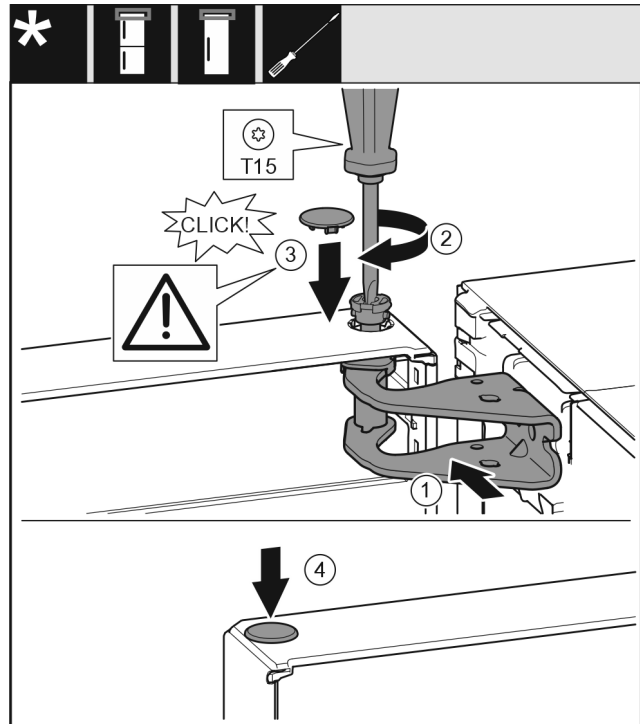

Fig. 19
- ▶ Deur op de middelste lagerbout plaatsen. Fig. 19 (1)
- ▶ Bouten aanbrengen en met schroevendraaier T15 vastschroeven. Fig. 19 (2)
- ▶ Veiligheidsafdekking voor de veiligheid van de deur monteren: Veiligheidsafdekking aanbrengen en controleren of deze op de deur rust. Anders bout volledig aanbrengen. Fig. 19 (3)
- ▶ Stop aanbrengen. Fig. 19 (4)